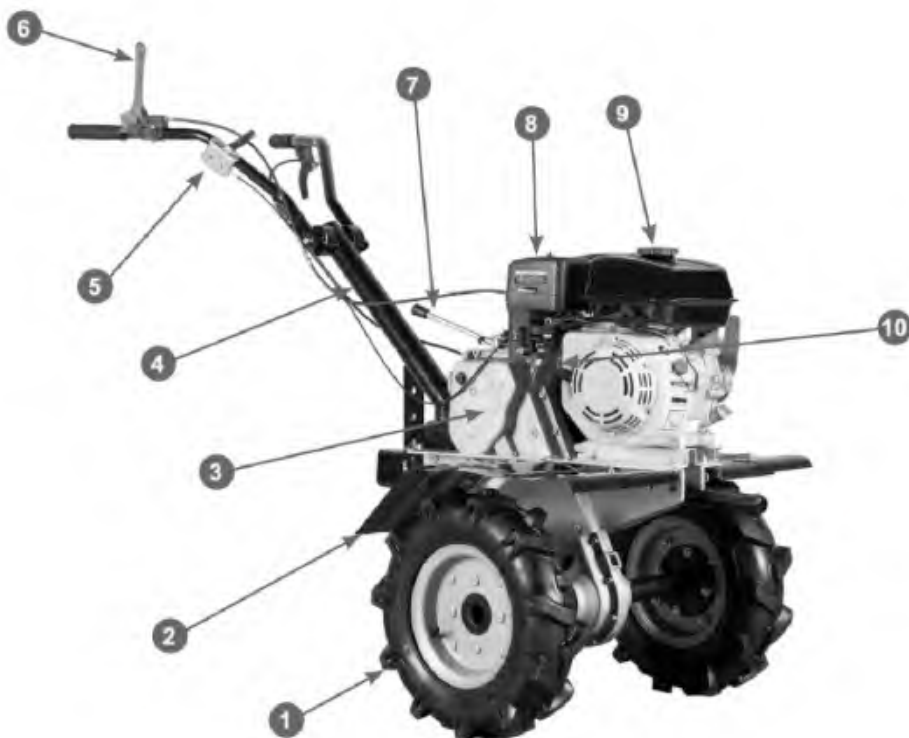

Рис. 1 Основные узлы и органы управления (вид справа)
Расположение основных узлов и органов управления представлено на Рис. 1, 2.
- Установите правое и левое защитные крылья (Рис. 1) и закрепите их болтами и гайками.